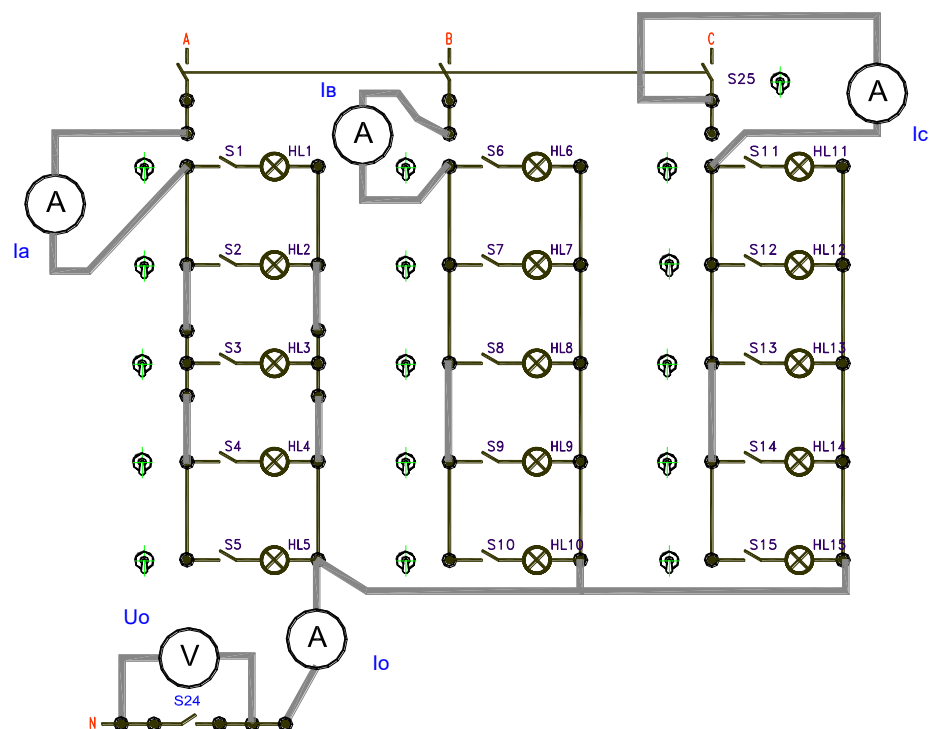

Рис. 22.
22.3.2. Собрать и изучить схему электрической цепи (рис. 22.).